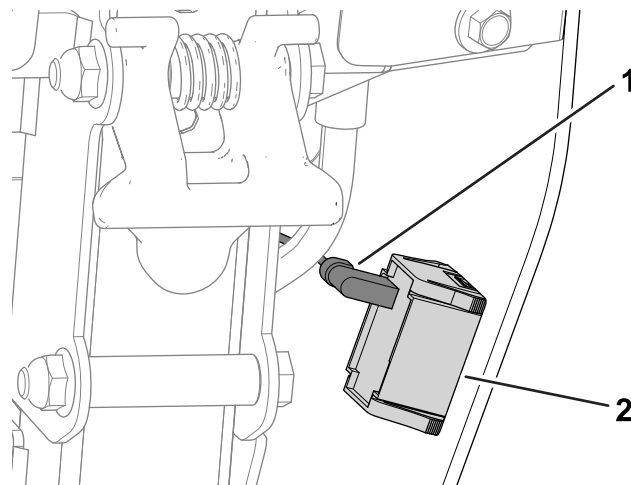

Bild 40
- A. Ziehen Sie den Kabelbaumverbinder vom Betriebsstundenzähler ab (**Bild 40**).